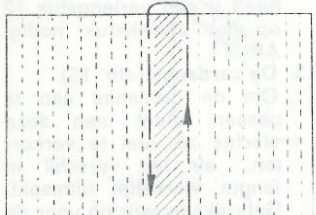

Abb. 20
2. Freischlag nach Abb. 20 für Linkskurvenfahrweise.
2. Cut as shown in Fig. 20 for lefthand travel.
2. Dégagement selon la fig. 20 pour virages à gauche.
2. Taglio di sgombro secondo la fig. 20 per la voltata a sinistra.
2. Vrijmaken volgens afb. 20, indien u linksom rijdt.